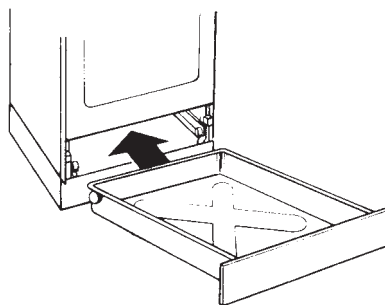

fig. 15: Opberglade plaatsen
- Schuif de lade in horizontale positie terug in het fornuis (zie fig. 15).